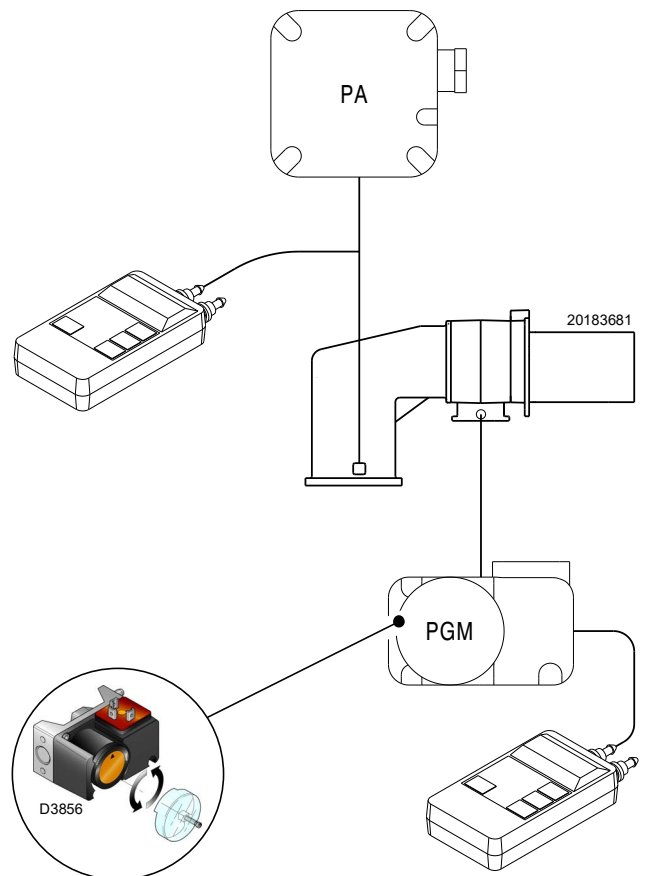

Fig. 49
- Régler le pressostat gaz seuil maximum (Fig. 49, page 41) en fin d'échelle.
Effectuer le réglage du pressostat gaz seuil maximum (Fig. 49) après avoir effectué tous les autres réglages du brûleur avec le pressostat gaz seuil maximum réglé en fin d'échelle.